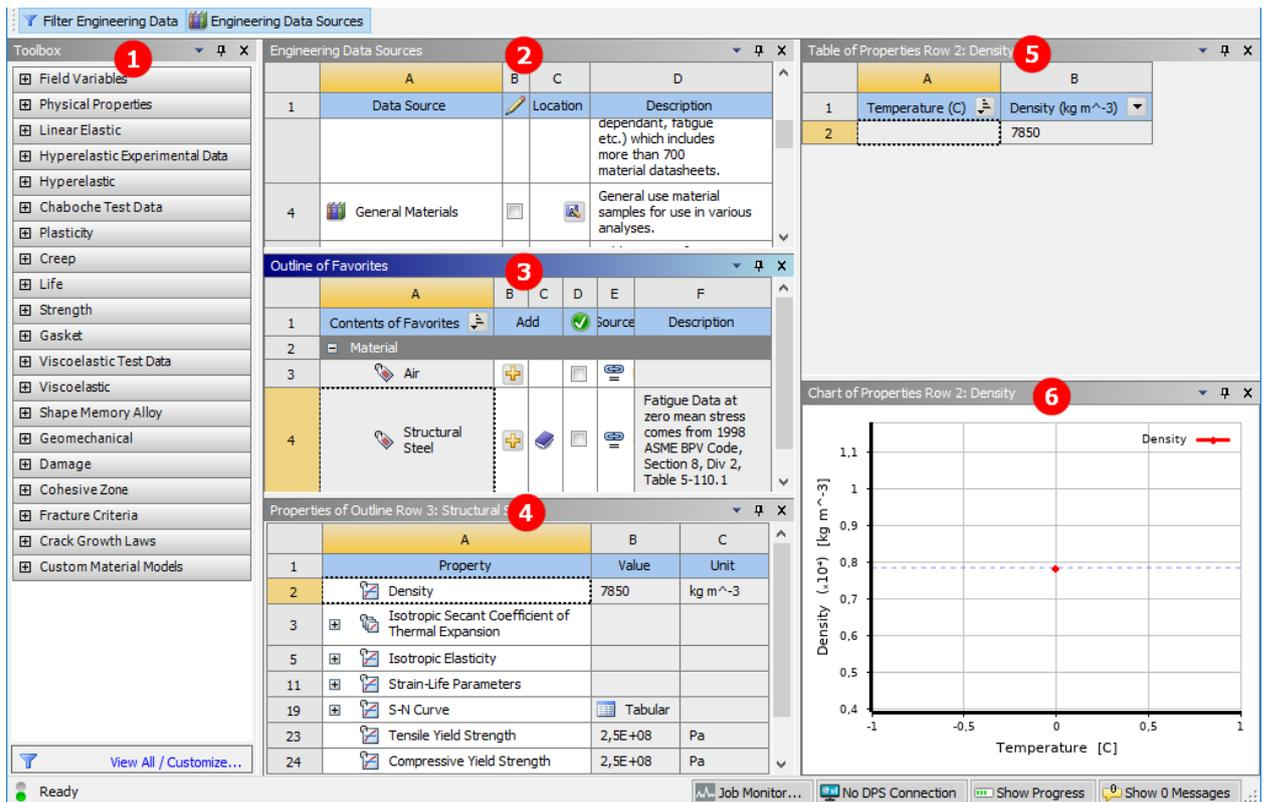

Рисунок 14 – Возможная конфигурация рабочей области
**Панель структуры данных (Outline Pane)** показывает структуру содержимого, выбранного в окне Outline Filter источника данных (рисунок 14). Заголовок панели изменяется в зависимости от того, какой источник данных выбран. Например, на рисунке 16 заголовок Outline of General Materials показывает, что в настоящий момент отображены материалы из библиотеки General Materials. Содержимое источника данных представлено в виде таблицы.
**Панель таблиц (Table Pane)** отображает табличные данные для элемента, выбранного в панели свойств (рисунок 14). Если есть независимые переменные для выбранного элемента (например, температура) и элемент является константой, то можно изменить тип его определения на табличный, просто вводя значения в ячейки данных. Если последняя строка отображается с индексом \*, можно добавить дополнительные строки данных. Данные могут быть отсортированы с помощью фильтра в заголовке столбца.
**Панель диаграмм (Chart Pane)** отображает диаграмму выбранного в панели свойств элемента (рисунок 14).